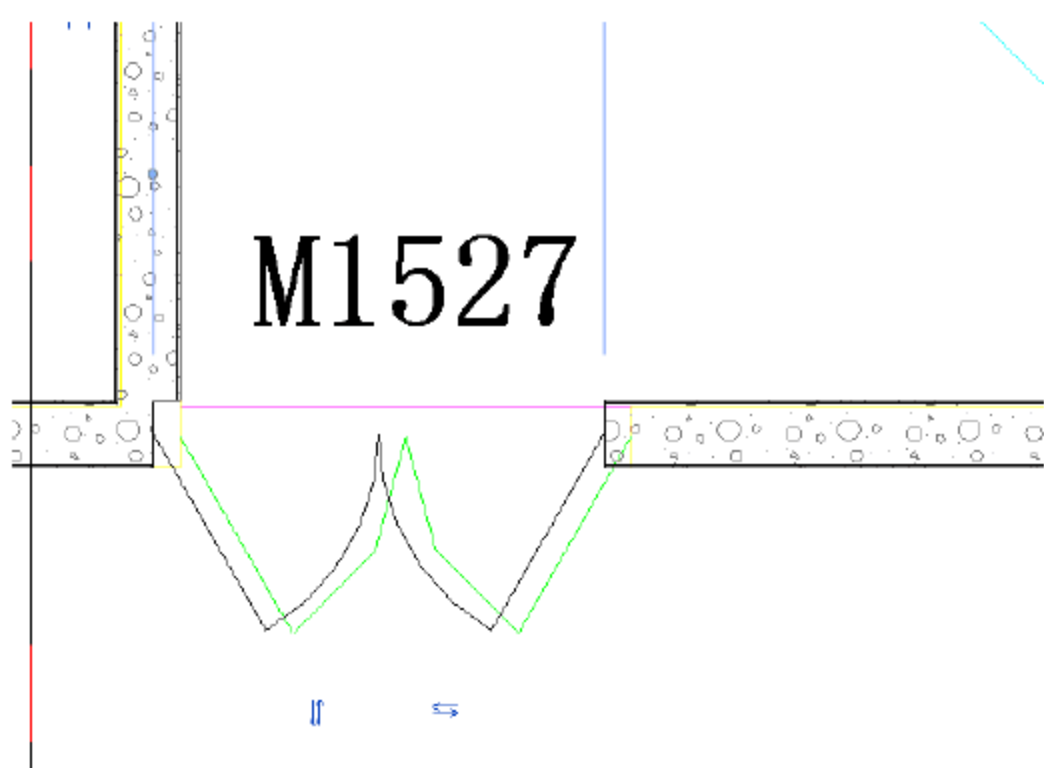
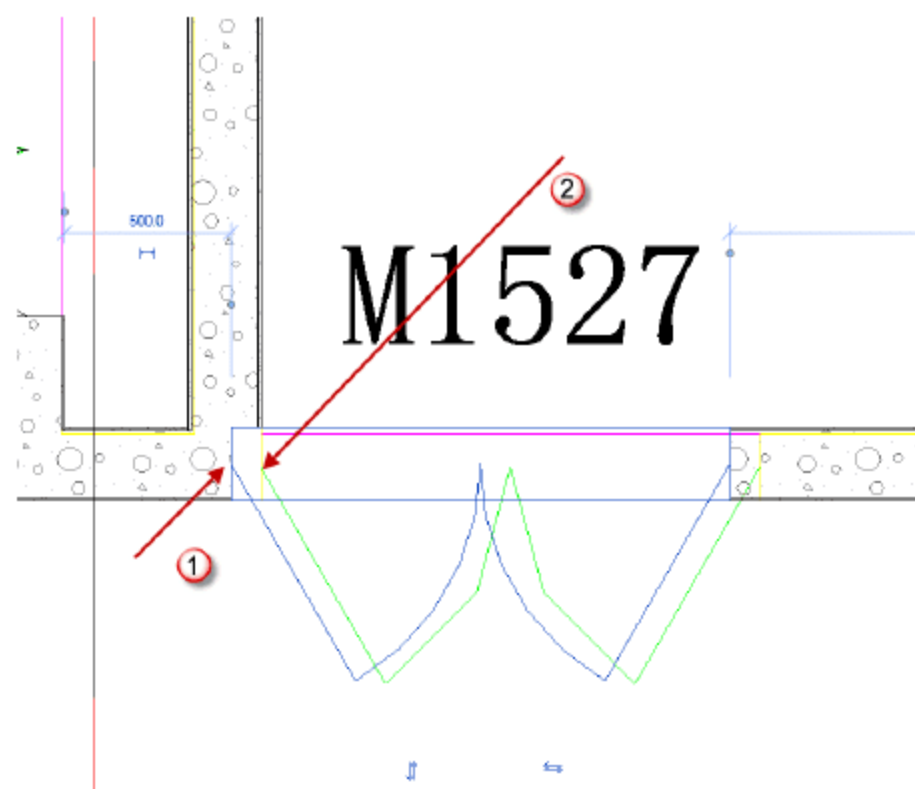
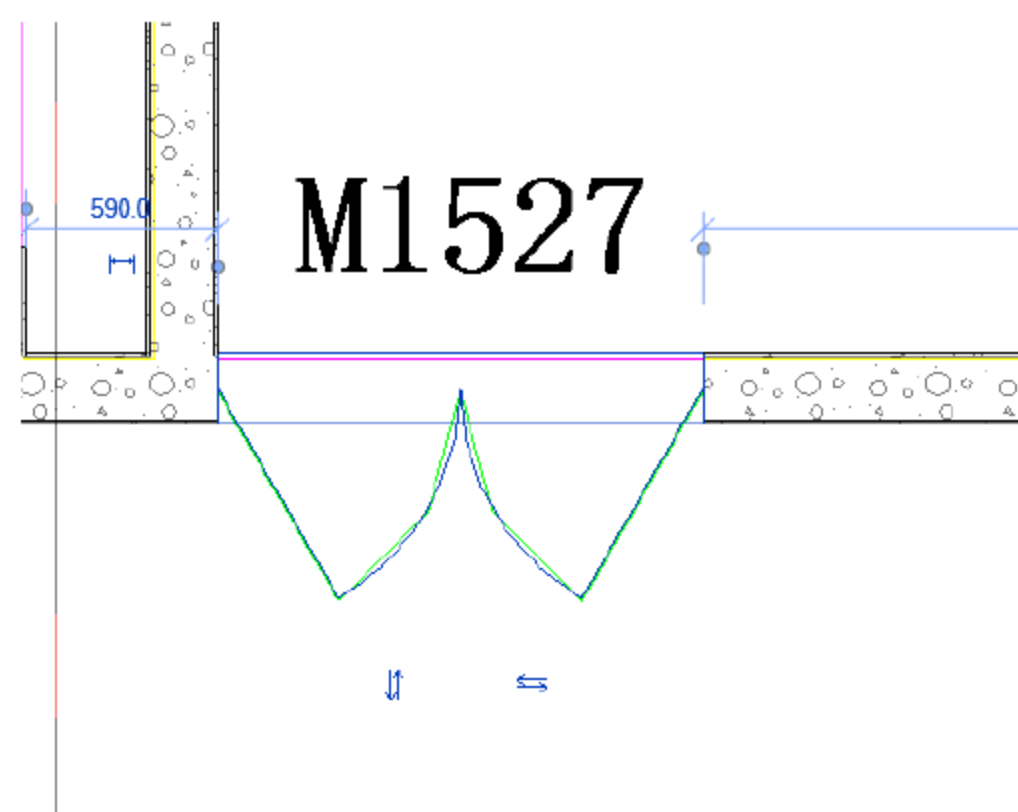

图 10.4.21 插入“M1527”门族
图 10.4.22 移动“M1527”族
图 10.4.23 完成“M1527”门族的插入
(7) 插入“M1527”门族。选择“建筑”→“门”命令（或者按快捷键 D+R），在相应的地方插入族，如图 10.4.21 所示。移动“M1527”族，先选择已经插入的门族，按快捷键 M+V，移动“M1527”，将“1”点移动到“2”点对齐，如图 10.4.22 所示。移动完成后如图 10.4.23 所示。然后插入其他的“M1527”族，可以按上述步骤直接插入，也可以进行复制插入，这里不再赘述。